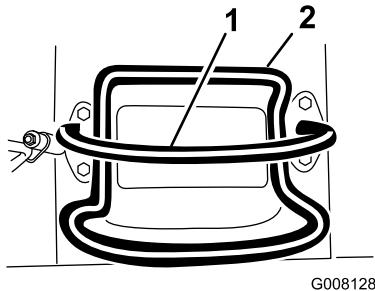

Figure 8
- Pour vous déplacer en marche arrière, tirez la commande de déplacement en arrière (Figure 10). **Regardez derrière vous lorsque vous faites marche arrière et gardez toujours les mains sur la barre de référence** (Figure 8).
- Pour arrêter la machine, relâchez la commande de déplacement (Figure 8).